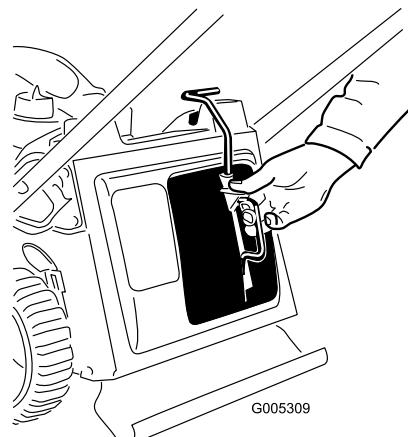

Рисунок 8
2. Нажмите кнопку на рычаге большим пальцем и полностью вставьте заглушки для мульчирования в окно (Рисунок 8).